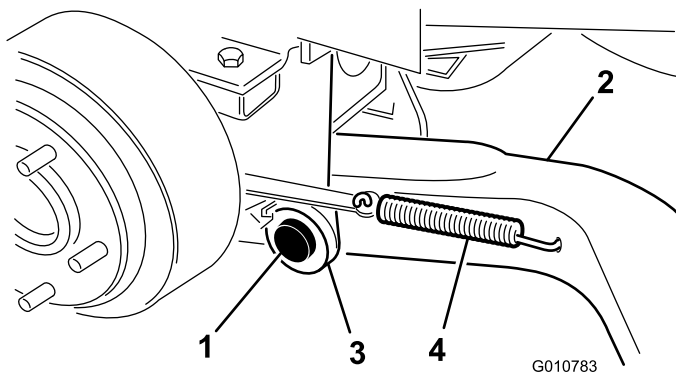

Figura 4
- Monte un brazo de elevación (con el extremo de la articulación esférica hacia fuera) en el soporte de giro con un pasador de giro y una chaveta (5/32 x 1-3/4 pulg.) (Figura 4).
- Enganche el muelle de retorno del freno en el taladro del brazo de elevación (Figura 4).